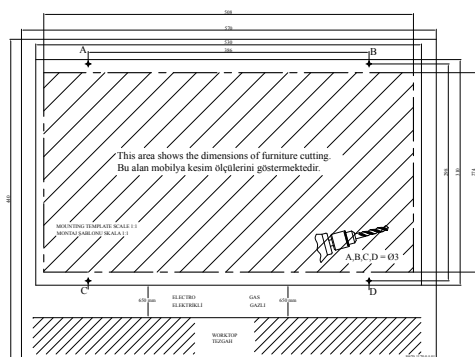

Рис. 6
- С помощью сверла A, B, C, D с диаметром биты 4 мм просверлите отверстия, указанные на шаблоне. Рис. 6